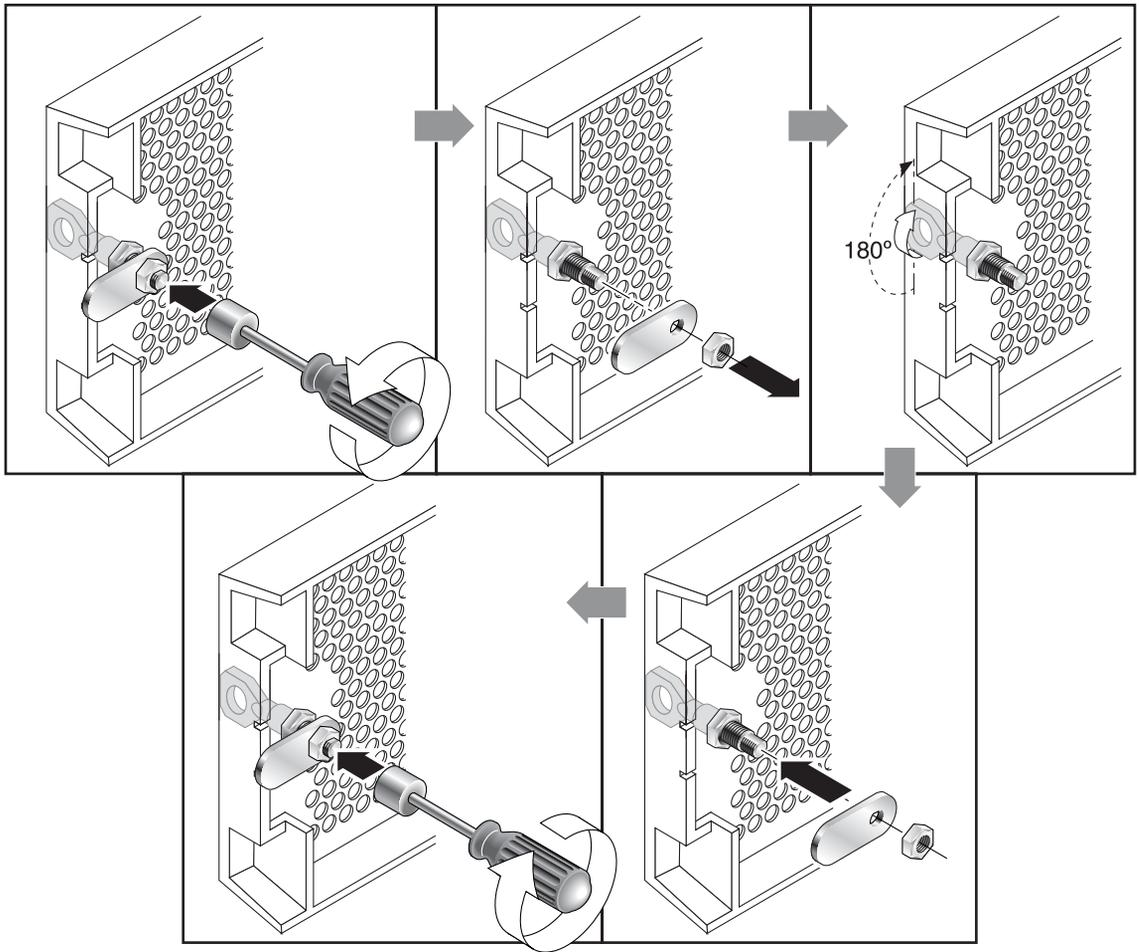

图 4-2 改装前盖锁以使钥匙无法取下的步骤
3. 使钥匙保留在原位，使用 12 毫米或 3/8 英寸螺母扳手卸下用于固定棘爪的螺母，如图 4-2 的第一幅图所示。
4. 从锁身的螺纹部分抬起棘爪，如图 4-2 的第二幅图所示。
6. 用钥匙将锁转动 180 度，如图 4-2 的第三幅图所示。
7. 使用与以前相同的朝向换上棘爪，如图 4-2 的第四幅图所示。
8. 使钥匙保留在原位，使用螺母扳手重新拧紧用于固定棘爪的螺母，如图 4-2 中的第五幅图所示。一定不要使螺母上的螺纹交叉。